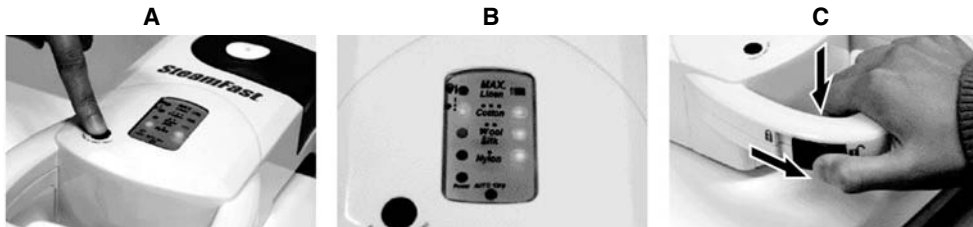

FIGURA 2
1. Para el uso por primera vez, quite la cubierta plástica protectora que se envía en el enchufe eléctrico. Conecte el cable eléctrico en el enchufe eléctrico y fije el Interruptor Iluminado Encendido/Apagado a la posición de "Encendido" (I). La Luz de Indicador de Energía se iluminará.
2. Identifique el tipo de tela que usted va a presionar, y utilice el Botón Seleccionador de la Tela para elegir un ajuste correspondiente de la temperatura (FIGURA 2-A). Como se vaya presionando la tela, la Luz del Indicador se iluminará y completará un ciclo a través de cuatro ajustes de temperatura disponibles (NILÓN, LANA/SEDA, ALGODÓN, MAX/LINO), tanto como se omite el modo de la energía.
3. Cuando uno de los cuatro ajustes de temperatura (NILÓN, LANA/SEDA, ALGODÓN, MAX/LINO) se selecciona, las Luces del Indicador del Calor se iluminarán y comenzarán a centellear. Las Luces del Indicador del Calor, se iluminarán en orden, empezando con el indicador más bajo (verde) y funcionando hasta los indicadores más altos (amarillo, anaranjado, rojo) como la unidad se va calentando (FIGURA 2-B). Los tiempos de aproximados de calor para cada ajuste son como sigue:
5. Mientras que empuja hacia abajo en la Placa de Planchar, la Cerradura de la diapositiva a "abre" a la posición para lanzar la Placa de Planchar acuciante (FIGURA 2-C). La Placa de Planchar soltará en la posición levantada y permanecerá allí automáticamente.